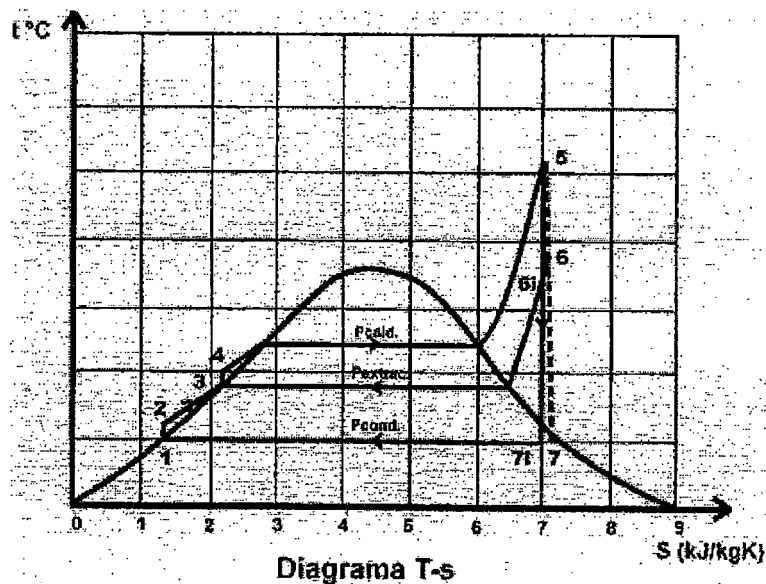

Fig. 12.14
En los ciclos en que hubiera irreversibilidades, por ejemplo en la turbina (fig. 12.14), la obtención de los estados reales (6) y (7) se aplica directamente el rendimiento isoentrópico de la turbina.